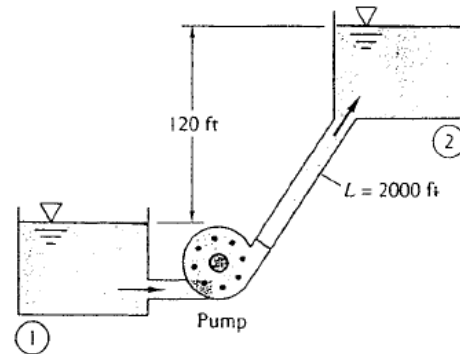

Fig. P6.62
Se bombea agua a 20 °C a través de un conducto de 2000 ft de longitud desde el depósito 1 al depósito 2 con un caudal de 3 ft3/s, como se muestra en la Figura P6.62. Si la tubería es de hierro fundido y tiene 6 in de diámetro, y el rendimiento de la bomba es del 75 por 100, ¿cuál es la potencia necesaria?
**6.62** Water at 20°C is to be pumped through 2000 ft of pipe from reservoir 1 to 2 at a rate of 3 ft3/s, as shown in Fig. P6.62. If the pipe is cast iron of diameter 6 in and the pump is 75 percent efficient, what horsepower pump is needed?